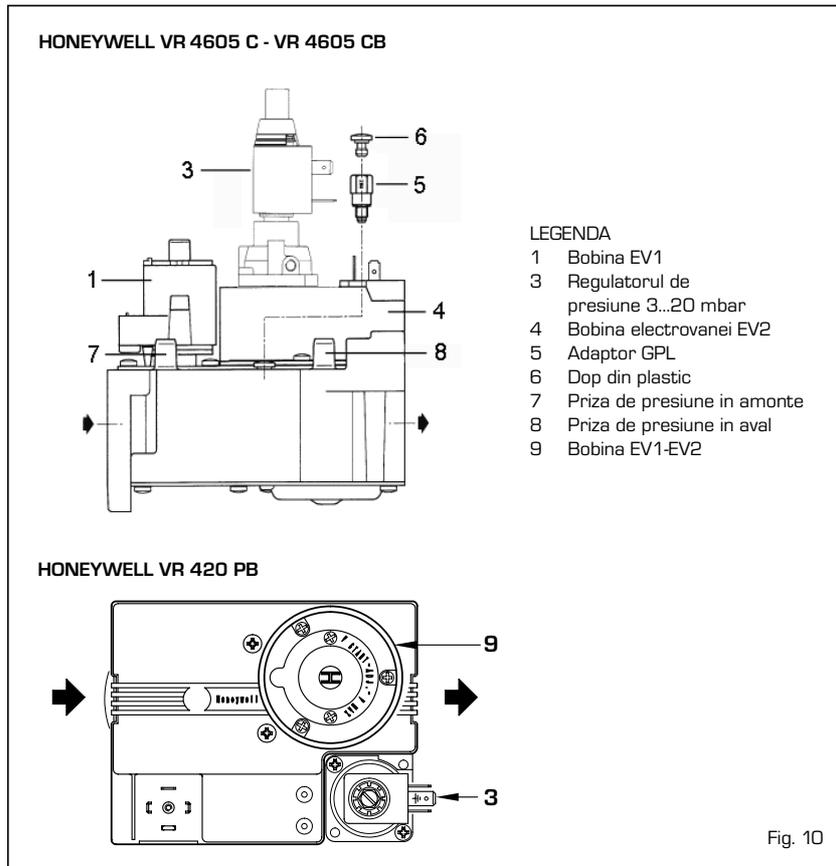

Fig. 10
4.1 VANA DE GAZ (fig. 10)
nizat la cerere, regulatorul de presiune (3...20 mbar) cu regulatorul de presiune (4...37 mbar) si, pentru a evita intrarea pe avarie a cazanelor la pornirile cu instalatia rece, aplicati pe vana in vers. "70÷100 Mk.II" adaptorul pentru GPL cu codul 6248303 (poz. 5 fig. 10).